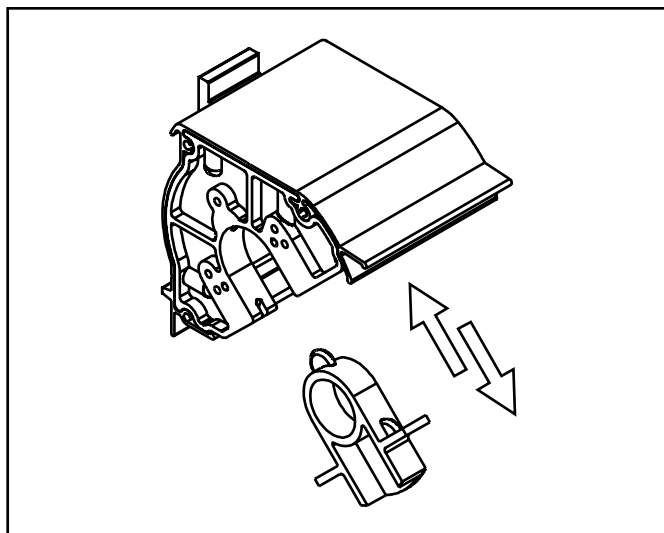

fig. 6 : Palier coulissant
- Existe-en : un palier fixe et un palier coulissant (voir fig. 6).